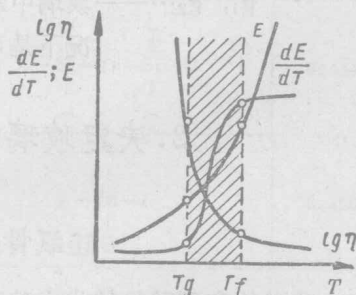

图 1 玻璃某些性质与温度关系的特性曲线
2. 加热时，不像晶体那样熔化，从固态到粘滞态(高粘度的)是逐渐软化的，最后变成熔融态，而且不仅粘度是连续变化的，其他性质也是如此(图 1)；